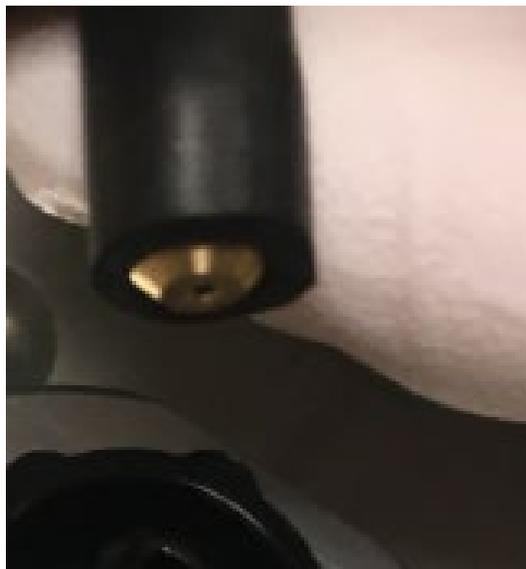

Abbildung 17: Korrekt montierte Buchse
- 10) Schieben Sie die Drosselbuchse vollständig in den Schlauch hinein. Siehe Abbildung 17.